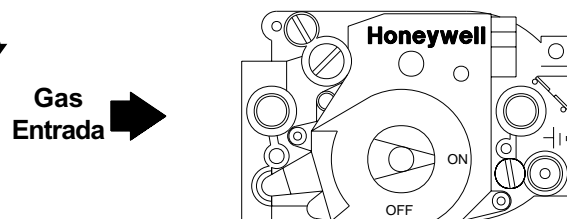

Figura 1. Perilla de control del gas mostrada en posición “ON”.
- E. El MiniMax CH incorpora (9) nueve luces indicadoras que lo ayuda para operar el calentador y lo asiste para diagnosticar alguna falla en el funcionamiento del calentador.
7. Espere (5) minutos para asegurarse que no huelo a gas. Si huelo a gas, ¡**DETÉNGASE!** Siga el paso “B” sobre información de seguridad. Si no huelo a gas, siga el siguiente paso.
8. Encienda el control de gas girando hacia “ON”; ver Figura 1.
7. Espere (5) minutos para asegurarse que no huele a gas. Si huele a gas, ¡DETÉNGASE! Siga el paso “B” sobre información de seguridad. Si no huele a gas, siga el siguiente paso.